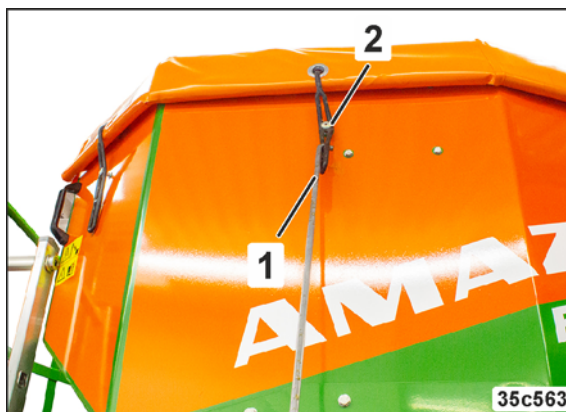

Рис. 242
4. Отсоедините резиновую петлю (Рис. 242/1) с крюком откидного тента (Рис. 242/2).